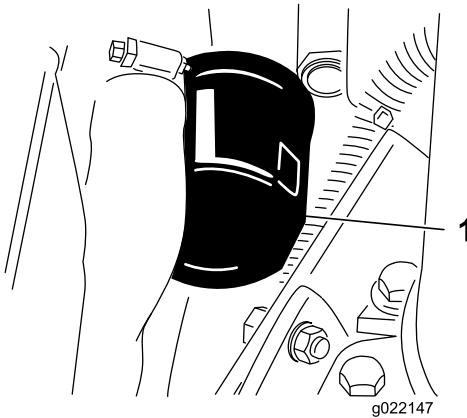

Figura 56
3. Togliete il filtro dell'olio (Figura 56).